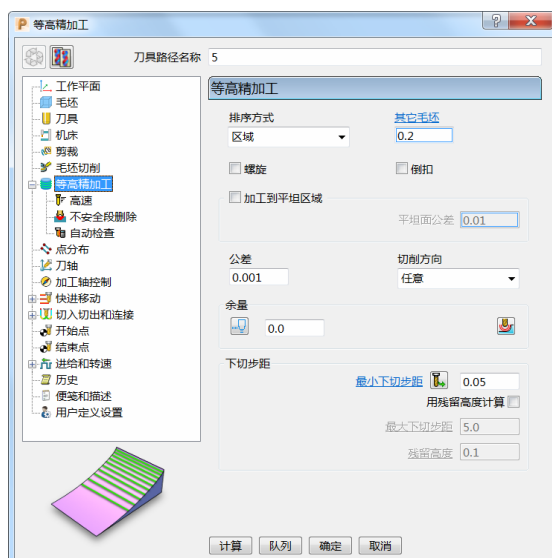

图 4-43
5) 等高精加工：排序方式选择“区域”，设定其它毛坯“0.2”、公差“0.001”、切削方向“任意”、余量“0.0”、最小下切步距“0.05”。(图 4-43)